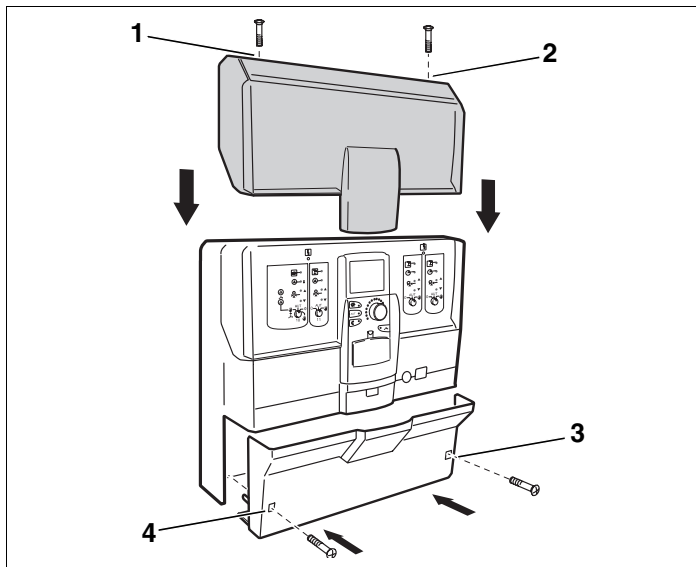

Fig. 10 Montarea capacului carcasei și a cablajului
- Se înșurubează din nou cele două șuruburi în partea superioară a capacului (fig. 10, **poz. 1 și 2**).
- Se înșurubează din nou cele două șuruburi în capacul cablajului (fig. 10, **poz. 3 și 4**).